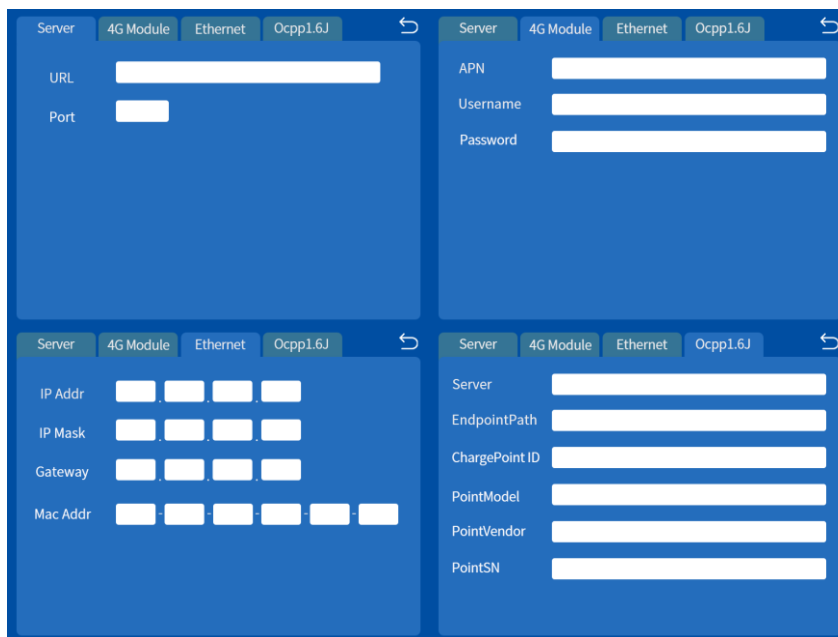

Figura 22 Interfaz de configuración de la red
5) La interfaz de configuración de la red se muestra en la figura 22.